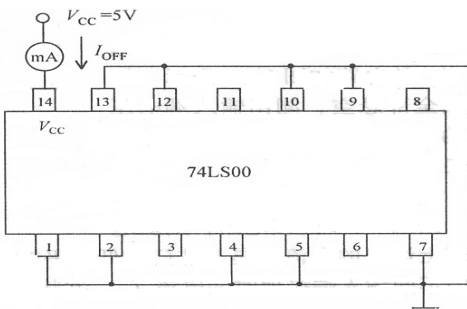

图6 P_{OFF} 测试电路
⑥空载截止功耗 P_{OFF} :如图 6 所示,从+5V 电源输出处用万用表测出电流 I_{OFF} 就可以按下式求出空载截止功耗 P_{OFF} : $P_{OFF}=V_{CC} \cdot I_{OFF}$ 。(注意:四组门应同时处于空载截止状态)